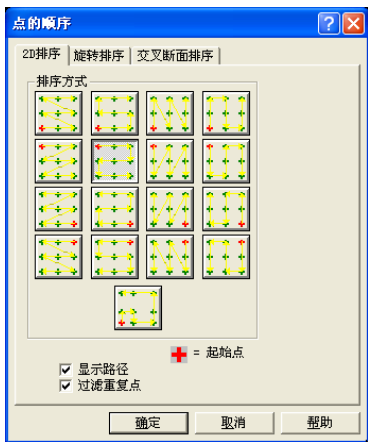

图 1-38 点的排序
2) 单击“点之管理”“选项”，选择点的排序方式，这里选择第二排第二个，如图 1-38 所示，单击“执行”。（注：如果对点的排序没有特殊要求，可以跳过本步。）